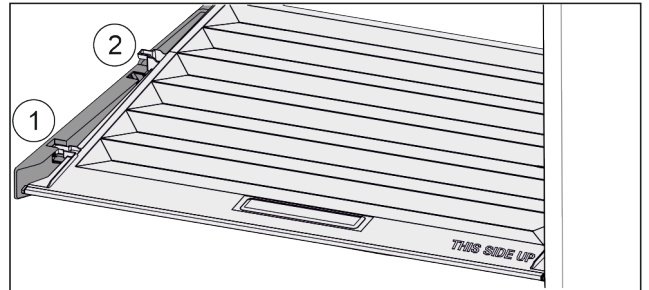

Fig. 157
- ▶ Издърпайте напред Fig. 157 (1) капака до отвора в задържащите части.
- ▶ Повдигнете го отзад отдолу и отстранете Fig. 157 (2) нагоре.